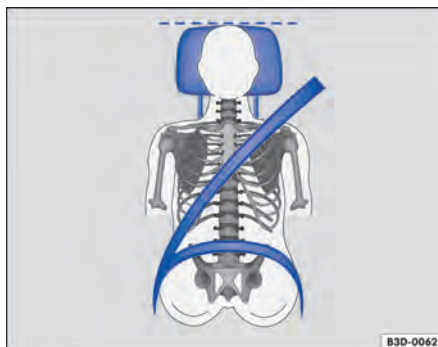

Fig. 57 Posição correta do cadarço do cinto de segurança e ajuste correto do apoio para cabeça.
- Ajustar o apoio para cabeça de modo que a sua borda superior se encontre preferencialmente na mesma linha da parte superior da cabeça – porém não abaixo da altura dos olhos. Posicionar a nuca tão próxima quanto possível do apoio para cabeça → Fig. 56 e → Fig. 57.